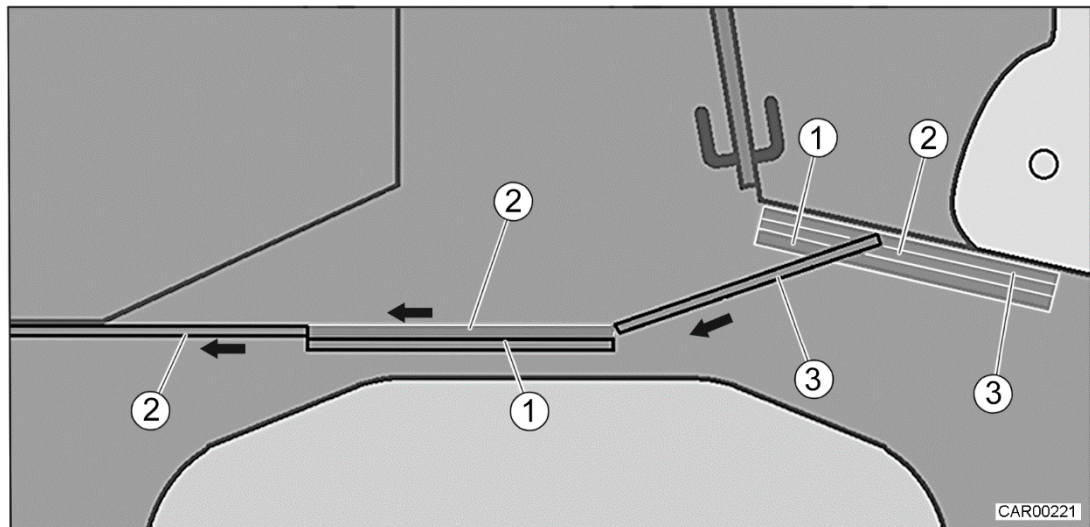

Fig. 99 Création d'un dressing (porte coulissante en trois parties)
- Faire glisser les parois (Fig. 99/1 et 2) au milieu.
- Faire glisser la paroi (Fig. 99/2) vers le côté gauche du véhicule.
- Faire glisser la paroi (Fig. 99/3) jusqu'à la paroi (Fig. 99/1).